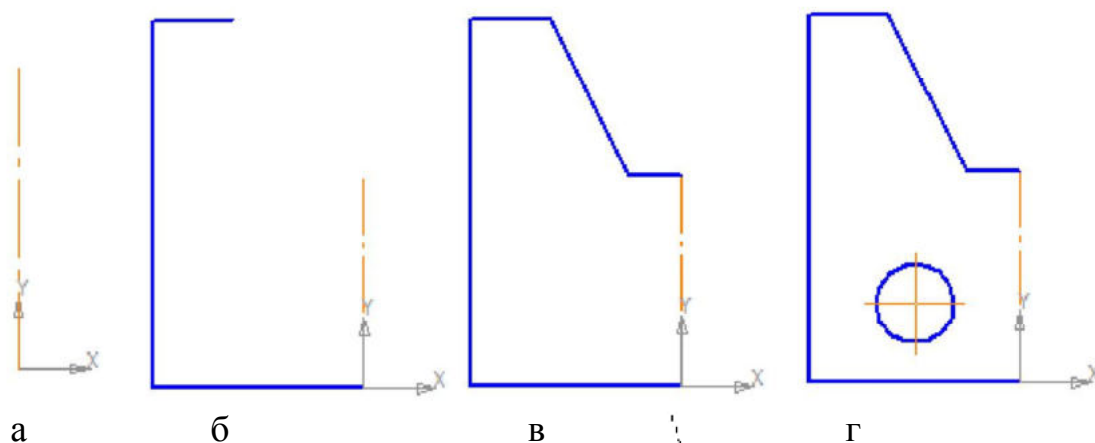

Рис. 2. Построение имеющейся половинки изображения
- постройте вертикальный отрезок длиной 40 мм ($70 - 30 = 40$) тип линии **Осевая** с помощью команды – **Отрезок** (рис. 2, а);
- с помощью непрерывного ввода объекта и ортогонального черчения постройте три отрезка: длиной 40 мм (длина всей детали 80 мм), 70 мм, 15 мм ($40 - 25 = 15$), построение половины детали) – рис. 2, б);
- отключите ортогональное черчение и постройте отрезок под наклоном. Сработает глобальная привязка **Ближайшая точка** (рис. 2, в);
- на пересечении прямых постройте окружность радиусом 7,5 мм ($\phi = 15$) – рис. 2, г);